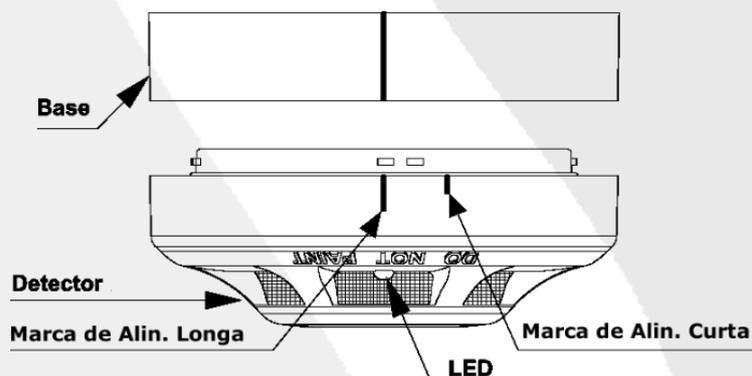

Fig. 3: Ajuste do detector à base
1. Alinhe a marca de alinhamento do detector com a marca curta de alinhamento na base, conforme mostrado na Fig. 3;